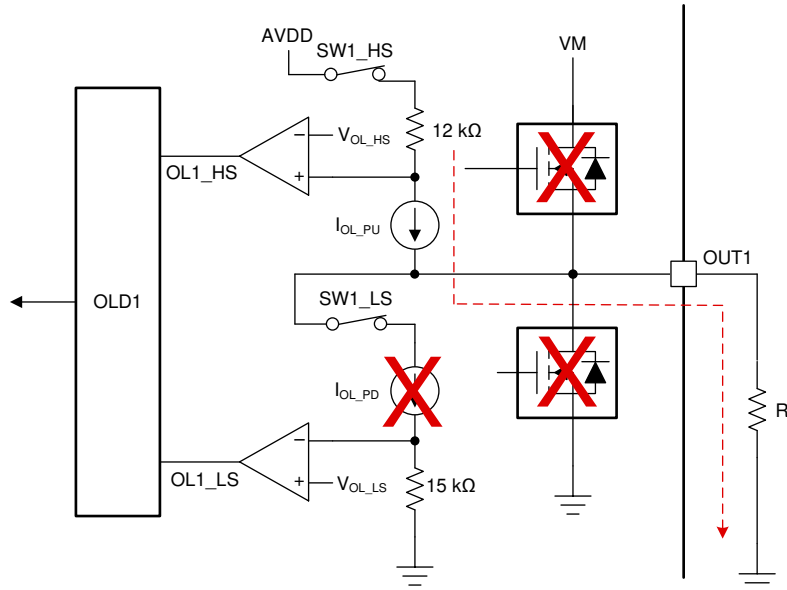
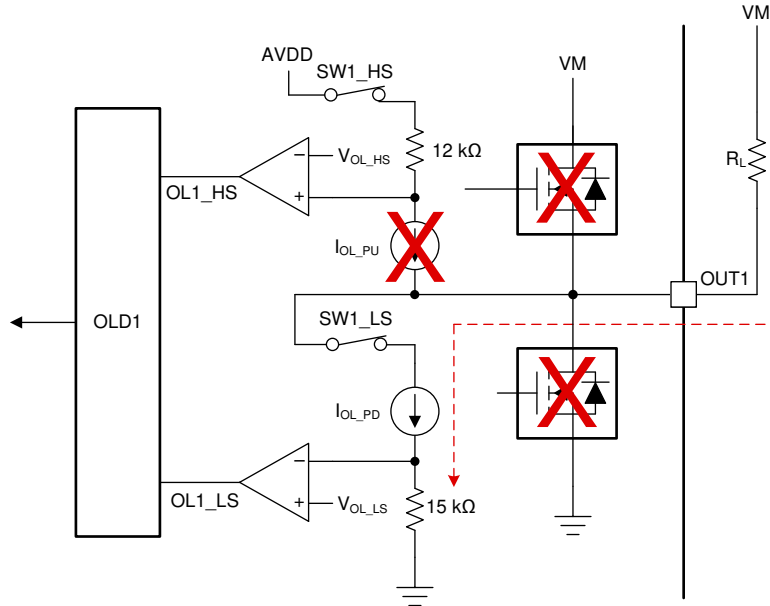

図 8-18. グランド (GND) に接続された負荷の開放負荷検出回路
図 8-20. 電源電圧 (VM) に接続された負荷の開放負荷検出回路
OLD 回路は、電流源 (および電流シンク)、直列シーケンス スイッチ (デジタル コアによってシーケンスされる)、抵抗、コンパレータの 4 つの主要コンポーネントで構成されています。グランド (GND) に接続された負荷の場合、図 8-18 に示すように、電流源 ($I_{\text{OL_PU}}$) が OUTx ノードを内部レギュレータ電圧 (AVDD) にプルアップし、電流は内部レギュレータ電圧 (AVDD) から接続負荷を介してグランドに流れます。さらに、電源 (VM) に接続された負荷の場合、図 8-20 に示すように、電流シンク ($I_{\text{OL_PD}}$) が電源電圧 (VM) から接続負荷を経由してグランドに電流をプルダウンします。OUTx 端子に接続された負荷の抵抗は、ソース / シンク電流を変化させ、間接的に 2 つの抵抗 (12k Ω と 15k Ω) 間の電圧降下を変化させます。2 つの抵抗間のこの電圧降下は、内部コンパレータによって基準電圧 ($V_{\text{OL_HS}}$ と $V_{\text{OL_LS}}$) と比較され、OL1_HS と OL1_LS として出力されます。このコンパレータ出力は、開放負荷条件を判定するために開放負荷デジタル回路に供給されます。
図 8-18 に、内部 OLD 回路を持つグランドに接続された負荷を示します。ハイサイドの開放負荷シーケンスがアクティブになると (SW1_HS がオン、SW1_LS がオフ)、電流源 ($I_{\text{OL_PU}}$) が OUT1 ノードを内部レギュレータ電圧 (AVDD) にプルアップし、電流は内部レギュレータ電圧 (AVDD) から接続負荷 (R_L) を介してグランドに流れます。このとき、負荷の有無によって、以下の 3 つのケースが考えられます。
8.2.3.3 電源 (VM) に接続された負荷の OLD
図 8-20 に、内部 OLD 回路を持つ電源 (VM) に接続された負荷を示します。ローサイドの開放負荷シーケンスがアクティブになると (SW1_HS がオフ、SW1_LS がオン)、電流シンク (I_{OL_PD}) が OUT1 ノードを電源電圧 (V_{VM}) にプルダウンし、電流は電源 (VM) から接続負荷 (R_L) を介してグランドに流れます。このとき、負荷の有無によって、以下の 3 つのケースが考えられます。